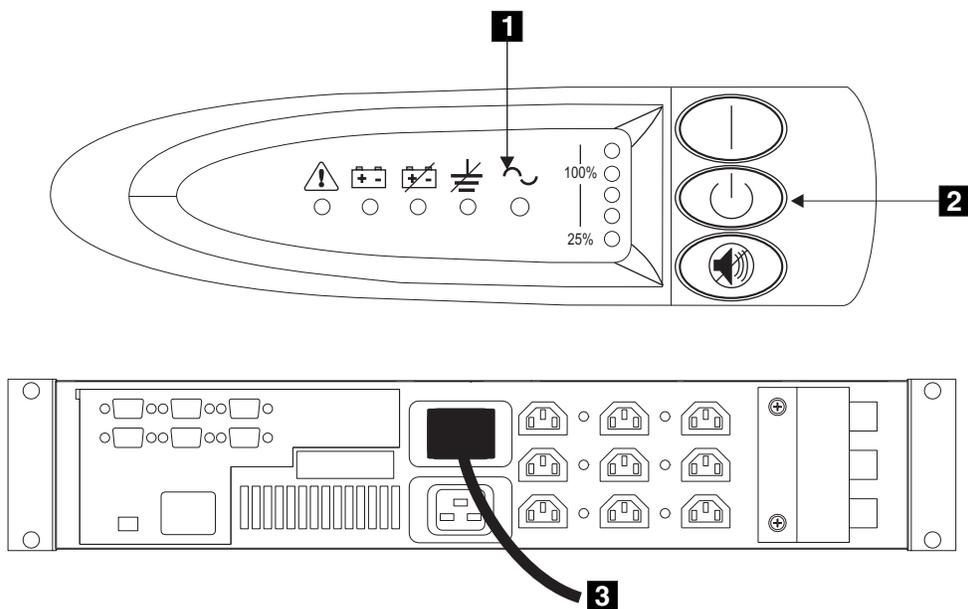

図 83. 無停電電源装置からの電源ケーブルの除去
2. 無停電電源装置の前面および背面から見た図については 162 ページの図 83 を参照してください。